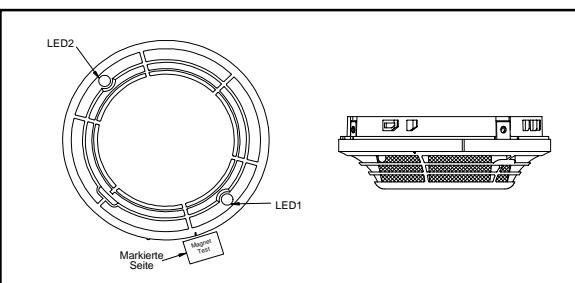

Abb. 1 Positionierung des Testmagneten M02-04
1. Testen Sie die blinkenden Melder indem der Magnet ca. 2cm von LED 1 im Uhrzeigersinn entfernt, direkt an den Melder gehalten wird (s. Abb.1).